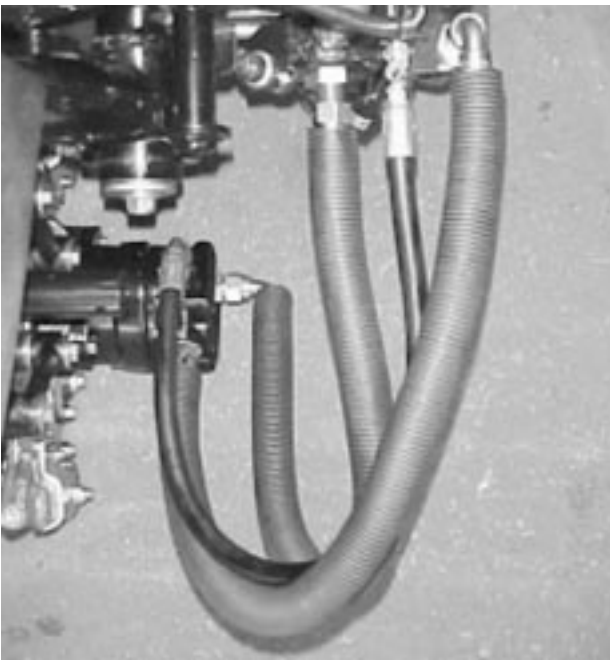
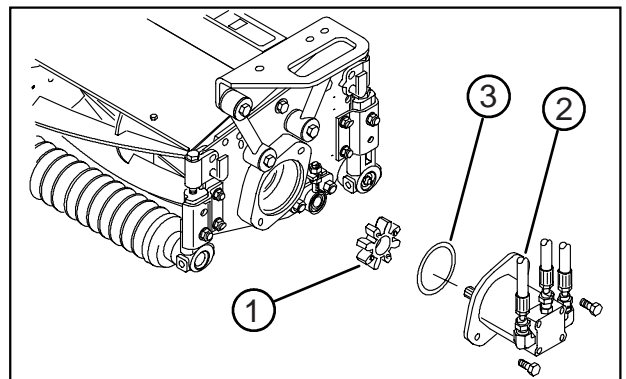

図 20
図 23
**重要：**ホースが折れたりひねられたり強く曲げられたりしていないことを確認してください。図20のようなルートが適切です。カuttingユニットを上昇させ、左にスライドさせてください（モデル03201のみ）。後カuttingユニットのホースが走行ケーブル・ブラケットに当たらないことを確認し、必要に応じて接続部やホースの位置を再調整してください。
2. 右側カuttingユニットの内側の端からウェイトとガスケット（図20）を取り、ユニット外側のベアリング・ハウジングのプラグを抜いてそこに取り付けます。ベアリング・ハウジングに入っているスパイダ・カップリング（図23）を取り出す。